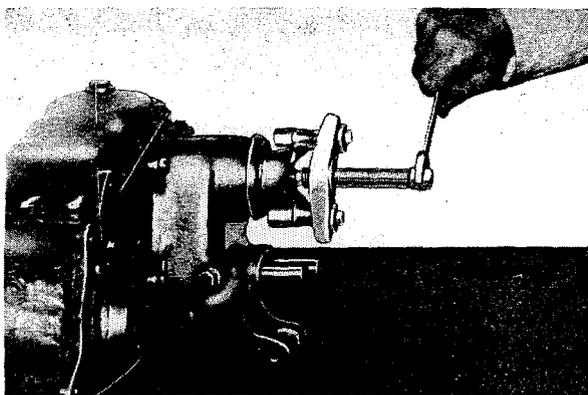

Fig. 152 Abzieher für Kreuzgelenkflansch
1. Ziehe Flansch Nr. 1 und Brennstromei Nr. 2 mit Abziehwerkzeug W - 172, Fig. 152, ab. Entferne Brennschild, Brennschei
2. Entferne die Mitnehmerscheibe des Kreuzgelenkes mit dem Abzieher W-172, wie in Fig. 152 dargestellt.